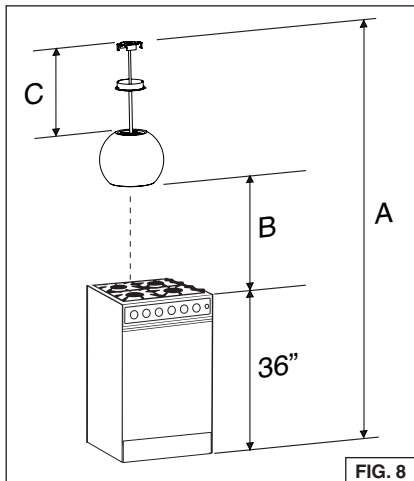

FIG. 8
3. Réglez la longueur de la tige selon la hauteur du plafond et la distance voulue au-dessus de la surface de cuisson. Voir le tableau et la Fig. 8.